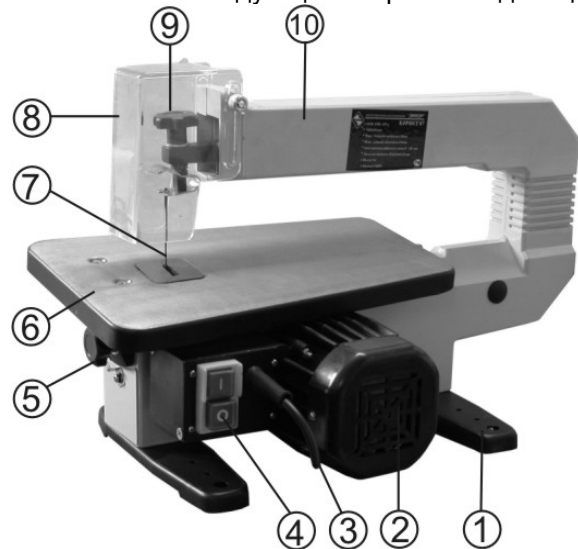

Рис.1
7.1. Лобзик состоит из следующих сборочных единиц и деталей (Рис.1):
8.2. Закрепите при помощи болта с гайкой ограждение пильного полотна (8) на раме (10), Рис.1.
**ВНИМАНИЕ!** Никогда не поднимайте лобзик за раму (10), Рис.1; в противном случае поломка неизбежна.